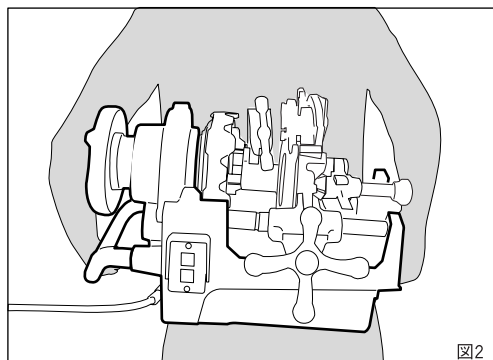

図2
1. マシンの運搬 (図2)
① S50AⅢ (自動切上ダイヘッド) の場合